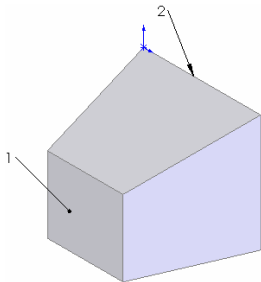

图 6-38 拉伸的图形
① 设置基准面。在左侧的“FeatureManager 设计树”中用鼠标选择“前视基准面”作为绘制图形的基准面。
② 绘制草图。选择菜单栏中的“工具”→“草图绘制实体”→“矩形”命令，以原点为一角点绘制一个边长为 60 的正方形。
③ 拉伸实体。选择菜单栏中的“插入”→“凸台/基体”→“拉伸”命令，将上一步绘制的草图拉伸为“深度”均为 60，“拔模角度”为 10 的实体，结果如图 6-38 所示。
⑤ 设置属性管理器。单击“点和面/基准面”按钮图标，设置基准轴的创建方式为点和面/基准面方式。在“参考实体”一栏中，用鼠标选择图 6-38 中面 1 和边线 2 的中点。